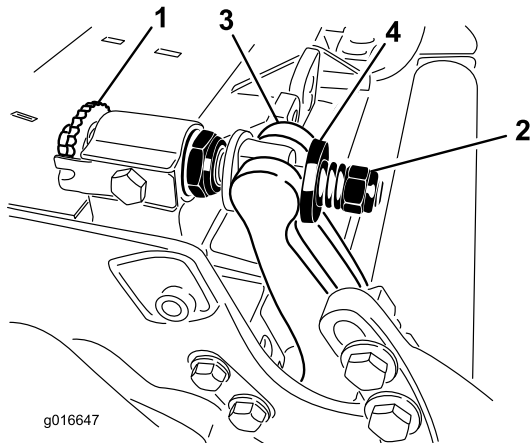

Figura 26
1. Gire los tornillos de ajuste de la barra de asiento en sentido antihorario para alejar la contracuchilla del molinete (Figura 26).
2. Afloje la tuerca de tensado del muelle hasta que el muelle deje de presionar la arandela contra la barra de asiento (Figura 26).